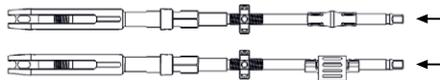

Fig. 12
- För in tillsammans i FRI-ytterhysan, se Fig. 12.